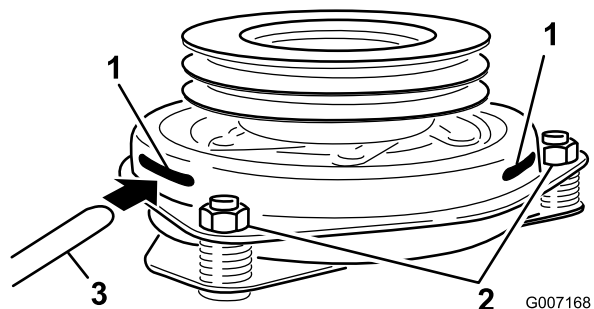

Figura 54
9. Introduzca una galga de 0,381–0,533 mm (0,015–0,021 pulg.) por una ranura de inspección en el lateral del conjunto. Asegúrese de ubicarla entre las superficies de fricción del rotor y el inducido (Figura 54).
10. Apriete las contratuercas hasta fijar ligeramente la galga pero dejando que ésta se pueda mover con facilidad en la separación (Figura 54).